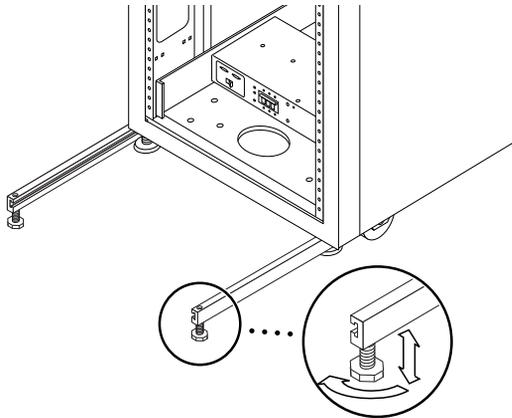

图 2-3 调节稳定支脚上的水准支垫
5. 使用调平扳手调节每一个稳定支脚上的支垫，使其触地（图 2-3）。